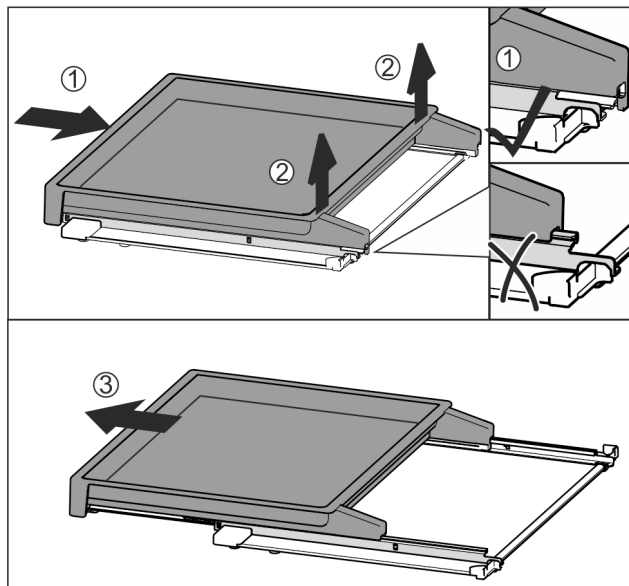

Fig. 154
- Vysouvací přihrádku zcela zasuňte Fig. 154 (1).
- Uvolněte západku na zadní straně Fig. 154 (2).
- Vysouvací přihrádku vyjměte směrem dopředu Fig. 154 (3).